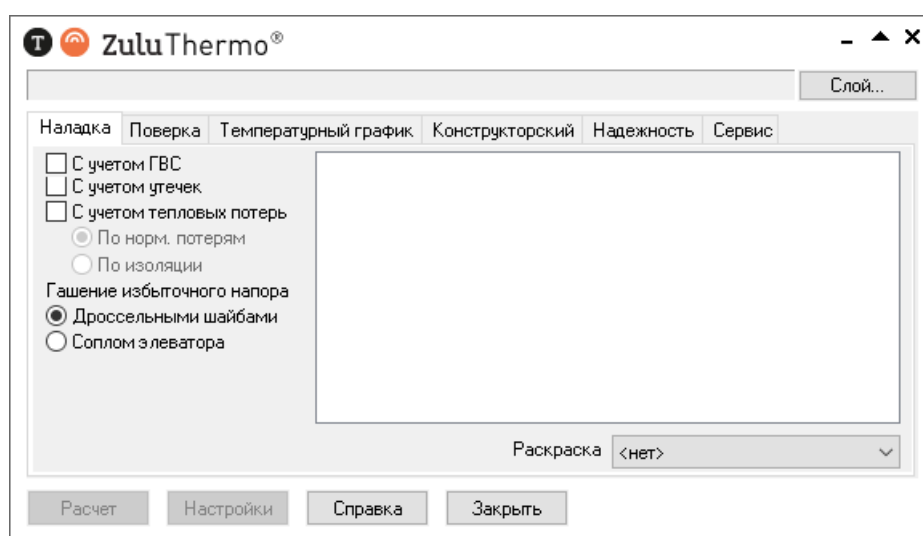

Рисунок 15.1. Окно теплогидравлических расчетов
1. Выполните команду главного меню Задачи|ZuluThermo или нажмите кнопку  панели инструментов. Откроется диалог теплогидравлических расчетов (смотрите Рисунок 15.1, «Окно теплогидравлических расчетов»).